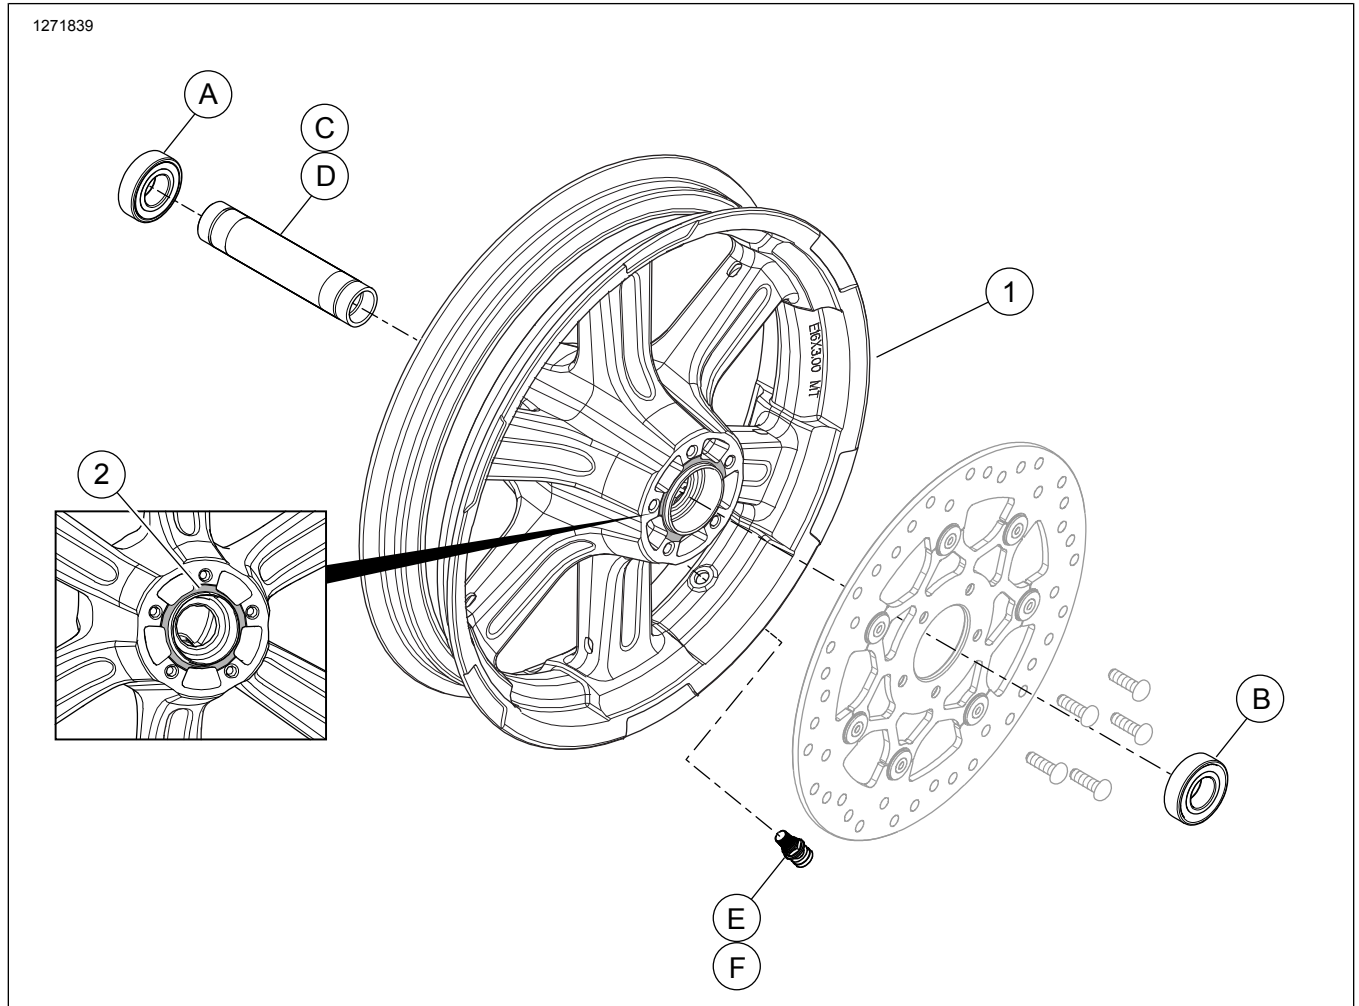

Figure 1. Mga Pamalit na Piyesa: Mga Likurang Gulong (Ipinapakita ang 16 na pulgada na gulong)
Tingnan ang Figure 1 at Talahanayan 2.
2. Figure 1 Ikabit ang valve stem assembly sa gulong. Tingnan ang MGA GULONG sa manwal ng serbisyo.